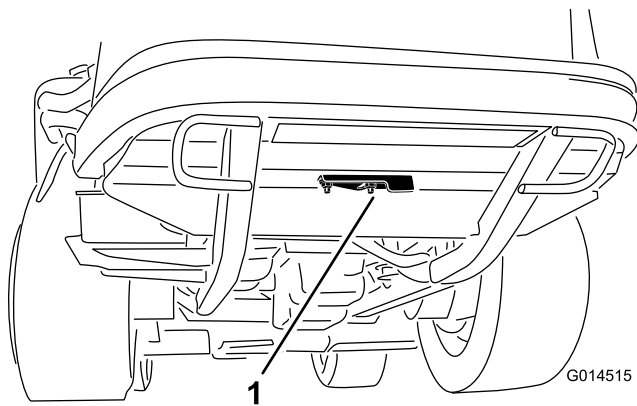

Bild 54
2. Lockern Sie die Bundmutter, die den Reinigungsdeckel an der Unterseite des Hinterrahmens befestigt (Bild 54). Drehen Sie den Deckel zur Seite, um die Reinigungsöffnung im Rahmen freizulegen.